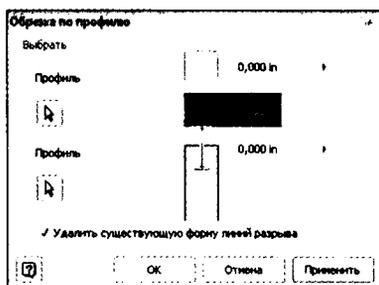

Рис. 11.7. Редактирование стыка
3. Щелкните по оранжевому профилю для первого выбора и по зеленому в качестве второго выбора, как показано на рис. 11.7.